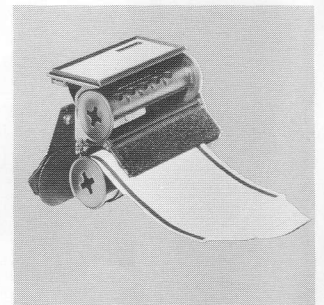

Fig. 2
- 2.2. Rollfilm ins untere Fach schieben. Klappe schließen. Filmvorspann ca. 20 cm herausziehen (Fig. 2). Auf Patronen-Oberseite (1) können Notizen, auf der Rückseite (5) Adresse, Kassetten-Nr. etc. angebracht werden (Fig. 2).
- 2.2. Push the film into the lower compartment. Close the flap. Pull out about 20 cm of the backing paper leader (fig. 2). The top surface of the cartridge (1) can take notes and the back (5) address, holder no. etc. (fig. 2).
- 2.2. Introduire le rollfilm dans la partie inférieure de la cartouche. Fermer le volet. Tirer environ 20 cm d'amorce (fig. 2). La partie supérieure de la cartouche (1) est prévue pour des annotations, le dos pour l'adresse, le n° de châssis etc. (fig. 2).